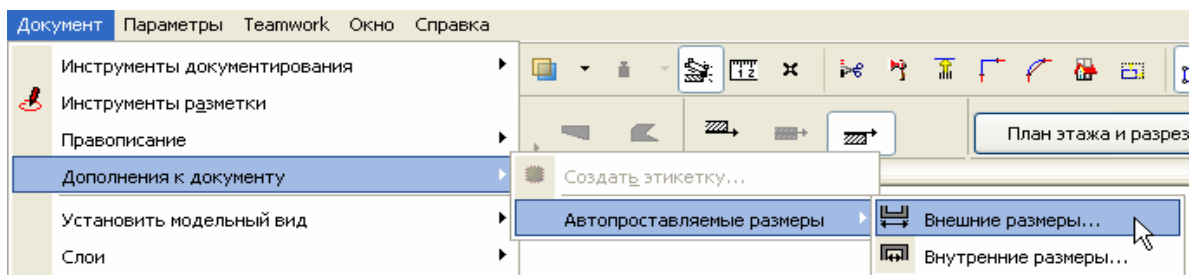

Рис. 138
3. Выберите команду **Документ > Дополнения к документу > Автопроставляемые размеры > Внешние размеры** для открытия диалога **Автопроставляемые размеры** (рис. 138).